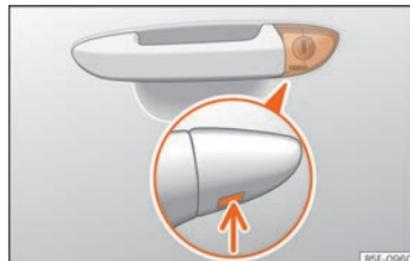

Fig. 5 Manípulo da porta do condutor: Canhão da fechadura oculto.
- Introduza o palhete na abertura inferior da tampa do manípulo da porta do condutor »» Fig. 5 (seta) e retire a tampa de baixo para cima.